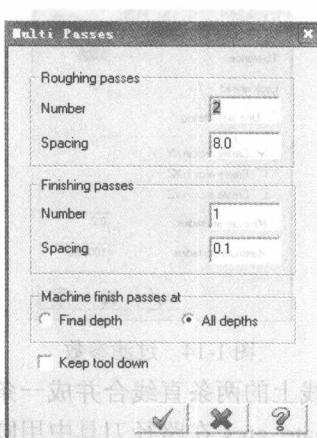

图 1-11 XY 水平分层切削参数
(5) 点选 **Multi Passes**。该参数是设置 XY 平面内的切削次数和切削用量，根据加工余量而定，如果零件材料余量较大时，单击 **Multi Passes** 按钮，会弹出如图 1-11 所示的对话框，填选内容如下。